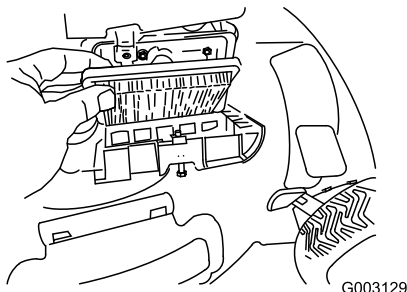

Figura 45
4. Coloque la tapa (Figura 45).